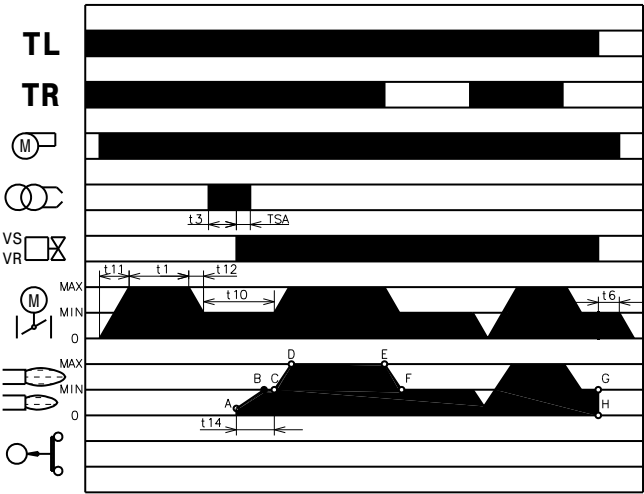

图 30
- 安全阀 VS 开启，同时调节阀 VR 快速开启。点火时出力较小 - 点 A。出力逐渐增大，阀门缓慢开启，直至达到燃烧器最小出力 - 点 B (图 30)。火花熄灭。 (t14)
启动周期结束后，伺服马达会根据温控器或压力开关控制炉膛温度或压力，点 C (图 30)。